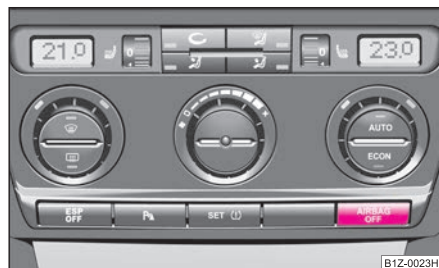

Fig. 173 Lampa de control a airbag-ului frontal al pasagerului din dreapta
- Dacă există airbag-uri dezactivate, acest lucru va fi semnalizat de către lampa de control **AIRBAG OFF** din centrul tabloului de bord ⇒ pagina 169, fig. 173.
- Verificați, dacă la punerea contactului motor se aprinde lampa de control airbag **AIRBAG OFF** din centrul bordului ⇒ fig. 173.
- Verificați, dacă la punerea contactului motor nu se aprinde lampa de control airbag **AIRBAG OFF** din centrul bordului ⇒ fig. 173.
Lampa de control airbag se găsește în centrul bordului ⇒ fig. 173.